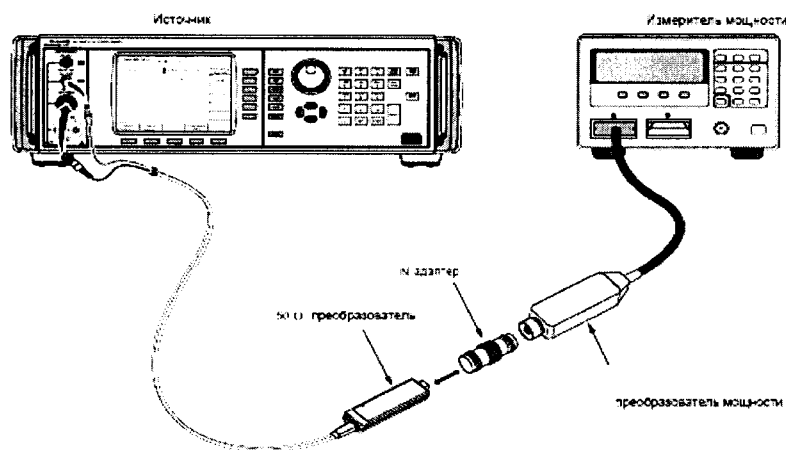

Рисунок 5.
8.11.2.1 Соединить измерительный преобразователь 50 Ом со входом термисторного преобразователя измерителя мощности (рисунок 5).